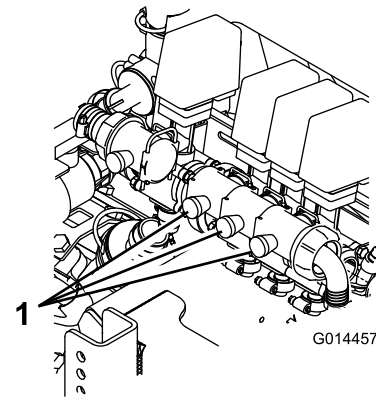

Bild 4
11. Stellen Sie das Sicherheitsventil der Ausleger (Bild 4) am Gegendruckventil ein, den Sie abgestellt haben, bis der am Druckmanometer angezeigte Druck dem Wert in Schritt 8 entspricht.